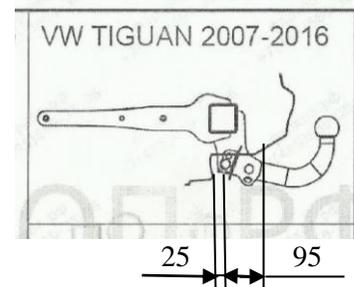

Рис.2. Установить бампер на место.
4.5 Для Фольксваген Тигуан (4WD) 2007-2016 г.в. в бампере сделать вырез – в центре снизу, 65 мм шириной и 95 мм длиной, отступив от ребра бампера на 25 мм как показано на рис.2. Для Шкода Кодиак с 2017г.в. и Шкоды Карок с 2020 г.в. - сделать вырез, отступив 5 мм от ребра бампера, 65 мм шириной и 120 мм длиной.